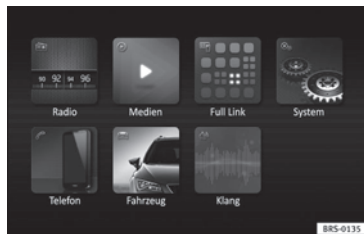

Abb. 81 Easy Connect: Hauptmenü.
- Drücken Sie die Infotainment-Taste **MENU** / und tippen Sie anschließend die Funktionsfläche **Fahrzeug** an » **Abb. 81**.